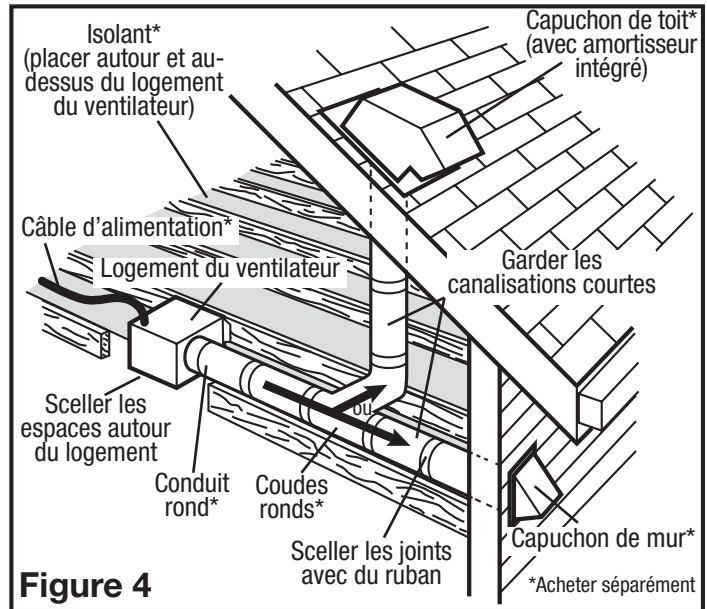

Figure 4
- Assurez-vous que les joints des conduits et les pénétrations extérieures sont scellés avec du mastic ou tout autre matériau similaire pour créer un passage d'air étanche afin de minimiser la perte ou le gain de chaleur et réduire le risque de condensation. Placez / enveloppez l'isolant autour du conduit et / ou ventilateur afin de minimiser la possibilité d'accumulation de condensation à l'intérieur du conduit, ainsi que la perte ou le gain de chaleur (**Figure 4**).